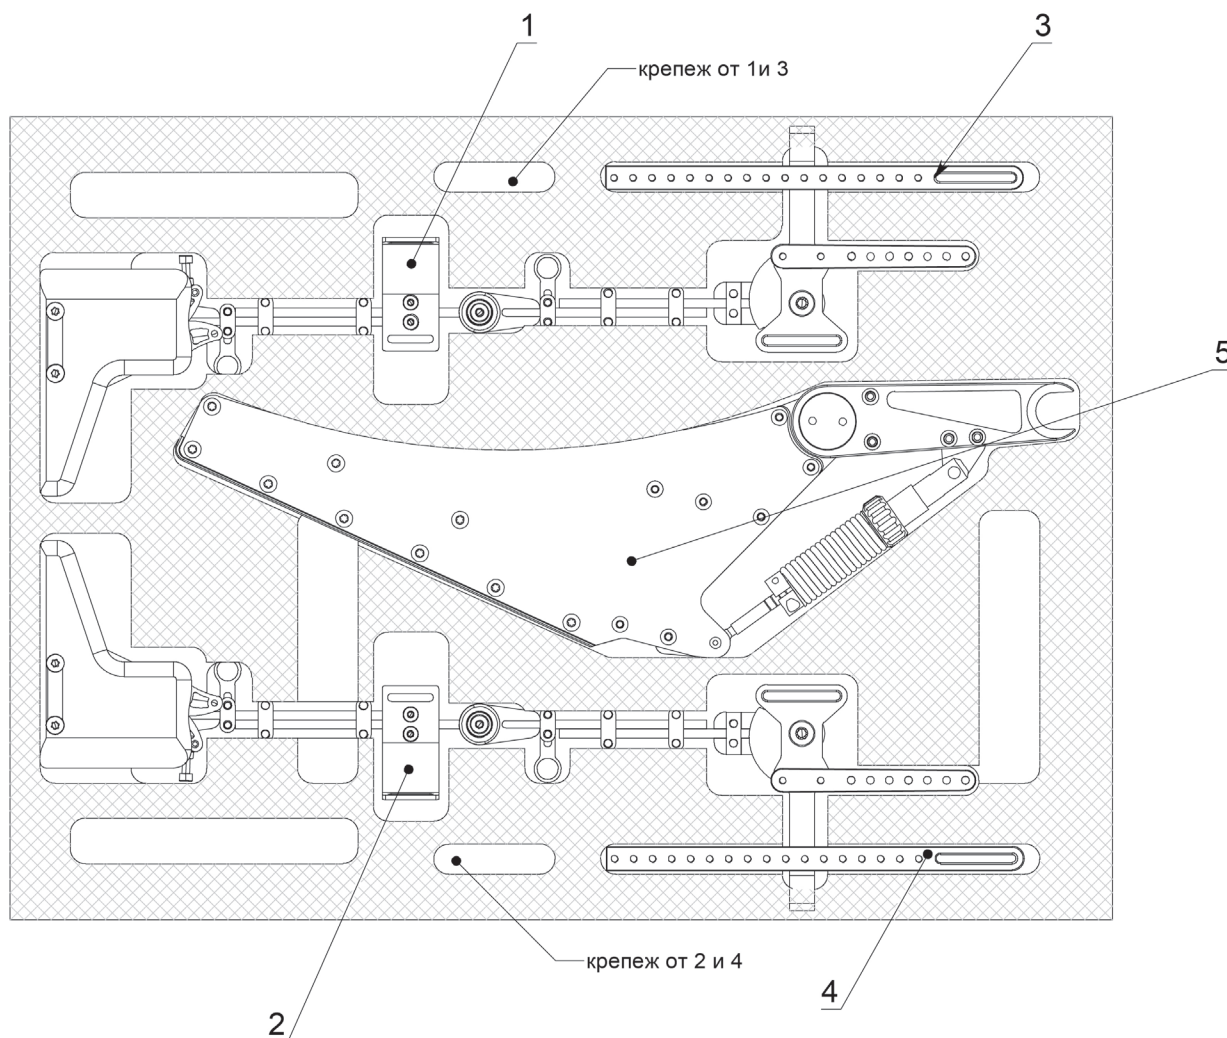
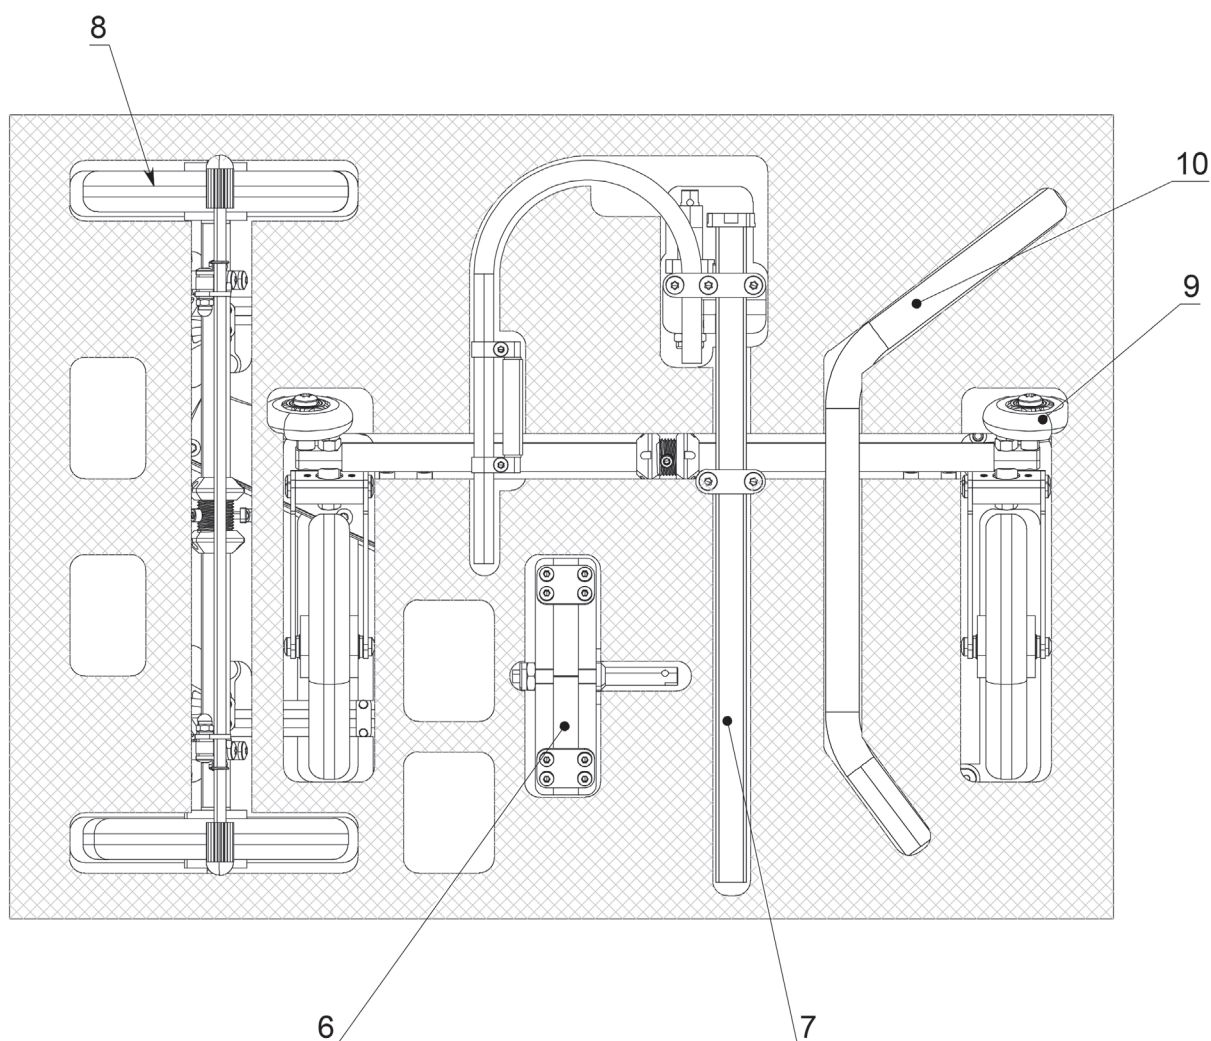

Рисунок. 10 Расположение основных деталей реабилитационного тренажера ЭкзоБот в транспортной упаковке
Рисунок. 10.1 Расположение основных деталей реабилитационного тренажера ЭкзоБот в транспортной упаковке
1. Соединить переднюю ось (поз. 9, рис. 10.1) с трубой рамы руля (поз. 11, рис. 10.1) и закрепить круглыми гайками, находящимися на втулке передней оси. Затянуть гайки специальными ключами (входят в комплект поставки).
2. Соединить заднюю ось (поз. 8, рис. 10.1) с держателем задних колёс (поз. 5, рис. 10) и закрепить круглыми гайками, находящимися на втулке задней оси. Затянуть гайки.
3. Вставить трубу сидения (поз. 7, рис. 10.1) в квадратное отверстие сверху рамы (поз. 5, рис. 10) и зафиксировать её винтами, с двух сторон рамы, ключом TX30.
4. Вставить в трубу сидения (поз. 7, рис. 10.1) держатель спинки (поз. 6, рис. 10.1) предварительно нажав на кнопку, находящуюся сверху держателя.
5. Вставить в пазы держателя спинки (поз. 6, рис. 10.1) левый и правый ортезы (поз. 1 и поз. 2, рис. 10) и зафиксировать их, в нужном положении, квадратными пластинами и затянуть винтами ключом TX25.
6. Установить пластины корпуса (поз. 3 и поз. 4, рис. 10) в требуемое положение, в зависимости от роста ребёнка, и закрепить винтами ключом TX25.
7. Установить ручку (поз. 10, рис. 10.1), предварительно нажав на кнопку снизу блока на трубе сидения.